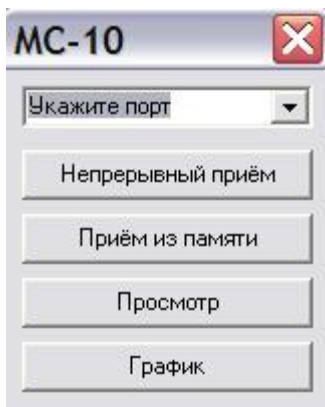

Рис. 13 Основное окно программы.
7.4.3.6 Запустить программу «MS_soft.exe» (поставляется по спец заказу). Появится окно, изображенное на рис. 13.